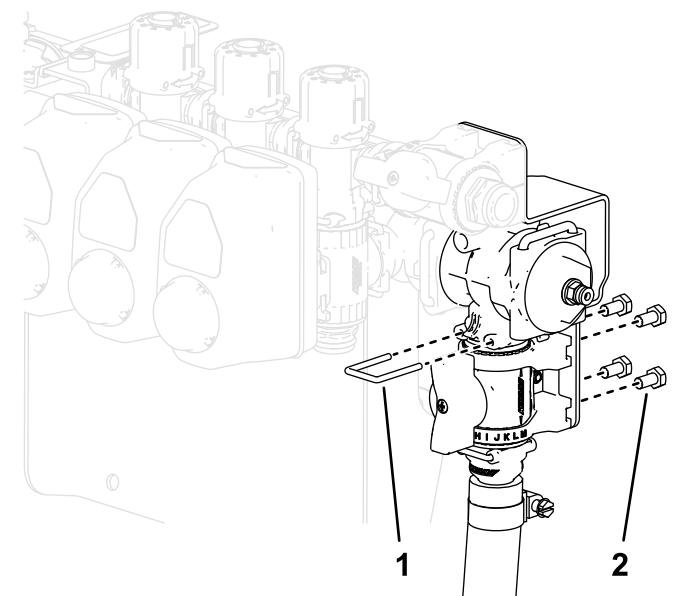

图 32
14. 使用随附的卡环将带有直通接头的控制阀总成连接至 T 形歧管的底部 图 32。
15. 用 4 个螺栓 (M6) 将控制阀总成安装到控制阀支架顶部如 图 32 所示。